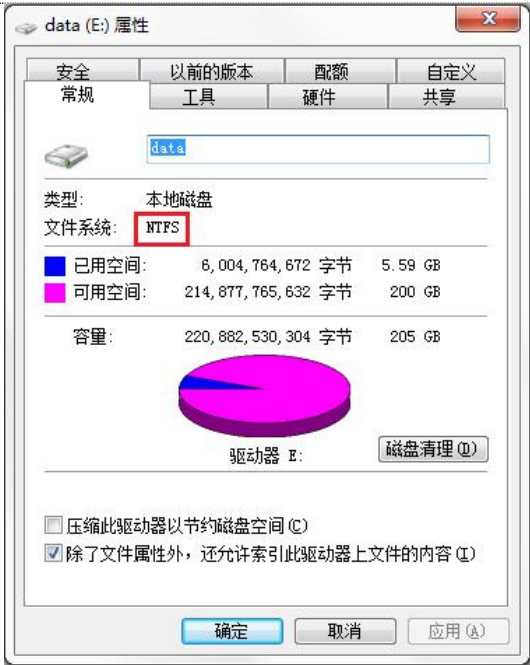

图 3-1 硬盘文件系统显示窗口
**注：**上位机软件安装只支持 NTFS 的文件系统，NTFS 标志如下图所示。安装前，需关闭 Windows 防火墙或开放 TCP8002，8003（设备端口），8004 端口。如图 3-1